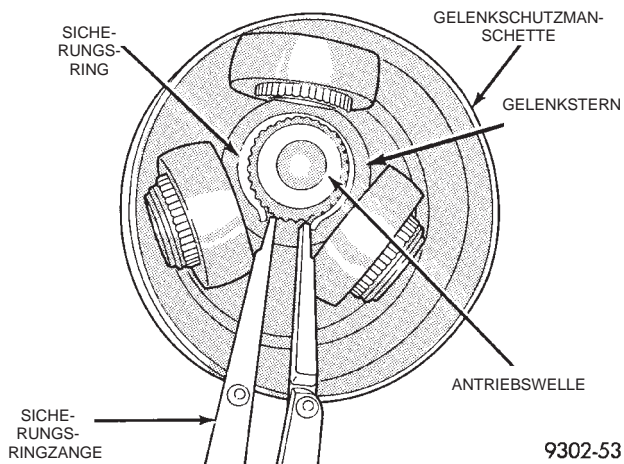

Abb. 27 Sicherungsring des Gelenksterne einbauen
(2) Gelenksterne auf die Antriebswelle schieben. Den Gelenksterne so weit auf die Welle schieben, daß der Sicherungsring montiert werden kann. Wenn sich der Gelenksterne von Hand nicht weit genug schieben läßt, klopfen Sie mit einem Messingdorn vorsichtig auf den Körper des Gelenksterne. **Dabei nicht auf die äußeren Lager des Gelenksterne schlagen.**
(3) Sicherungsring des Gelenksterne in die Nut am Ende der Antriebswelle montieren (Abb. 27). Sicherstellen, daß der Sicherungsring korrekt einrastet.